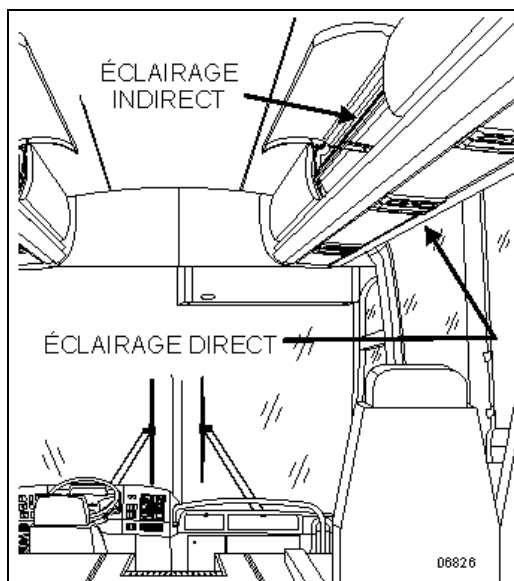

FIGURE 117: ÉCLAIRAGE DU PORTE-BAGAGE À MAIN
1. Tirer sur la lampe pour l'extraire du plafond (FIGURE 117).